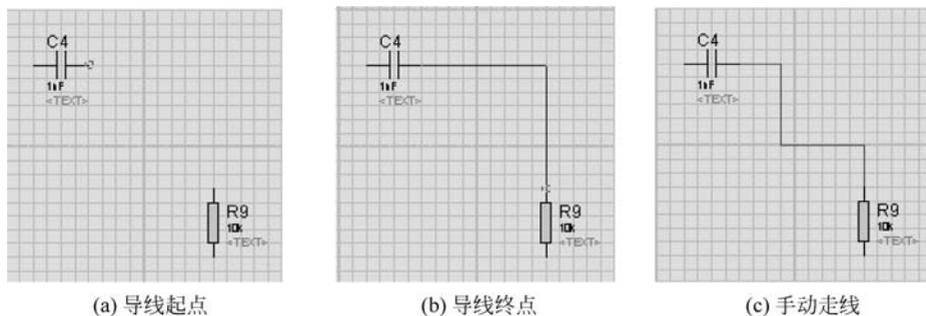

图 5-21 导线的连接
(1) 把鼠标指针移动到第一个元件的连接点,鼠标指针前会出现“.”形状,单击,这时会从连接点引出一条导线。
(2) 移动鼠标指针到第二个元件的连接点,在第二个元件的连接点上,鼠标指针前也会出现“.”形状,单击,则在两个元件连接上导线,这时导线的走线方式是系统自动的而且是走直线,如果用户要控制走线路径,只需在相应的拐点处单击,如图 5-21 所示。